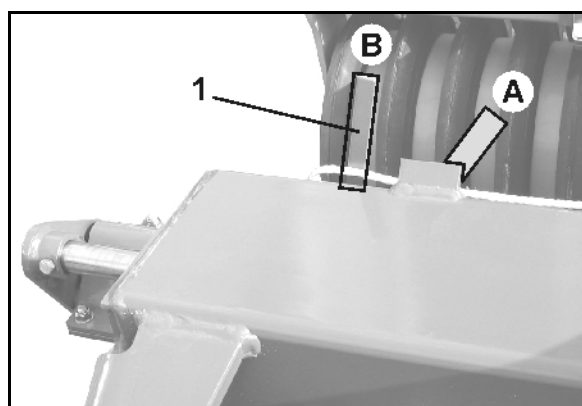

Fig. 29
- Fig. 29 - høyre maskinside, pos. B.